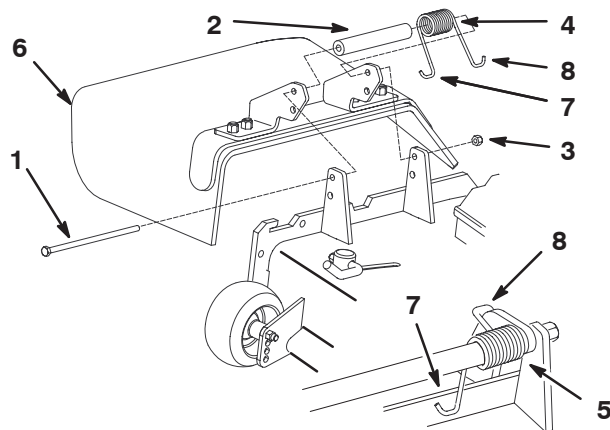

Figure 39
2. Retirez le contre-écrou, le boulon, le ressort et l'entretoise qui fixent le déflecteur aux supports de pivot (Fig. 39). Enlevez le déflecteur s'il est endommagé ou usé.
3. Placez l'entretoise et le ressort entre les supports du déflecteur d'herbe (Fig. 39). L'extrémité gauche en J du ressort doit se trouver derrière le bord du plateau.
Remarque : Prenez soin de placer l'extrémité gauche en J du ressort derrière le bord du plateau avant de mettre le boulon en place, comme indiqué à la Figure 39.
4. Remettez le boulon et l'écrou. Accrochez l'extrémité droite en J du ressort au déflecteur d'herbe (Fig. 39).